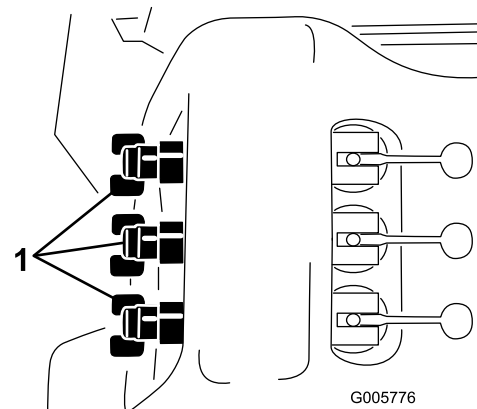

Figura 28
12. Ajuste a válvula de distribuição da rampa (Figura 28) na válvula de controlo da rampa que desligou até a leitura da pressão no manómetro ser idêntica à registada no passo 9.